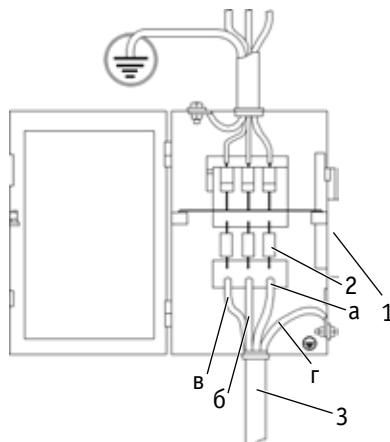

Рисунок 8.4. Схема подключения к сети TECH TIG 250 P AC/DC (E102), TECH TIG 315 P AC/DC (E103).
1. Подсоедините сетевой кабель к электросети с требуемыми параметрами. Проверьте надежность соединения кабеля и сетевой розетки (см. рис. 8.4).